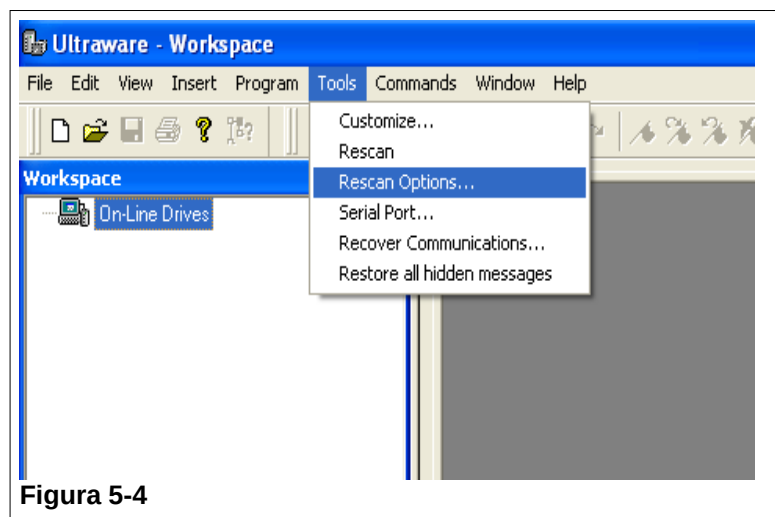

Figura 5-4
a. Selezionare Tools e quindi Rescan Options. (Figura 5-4)